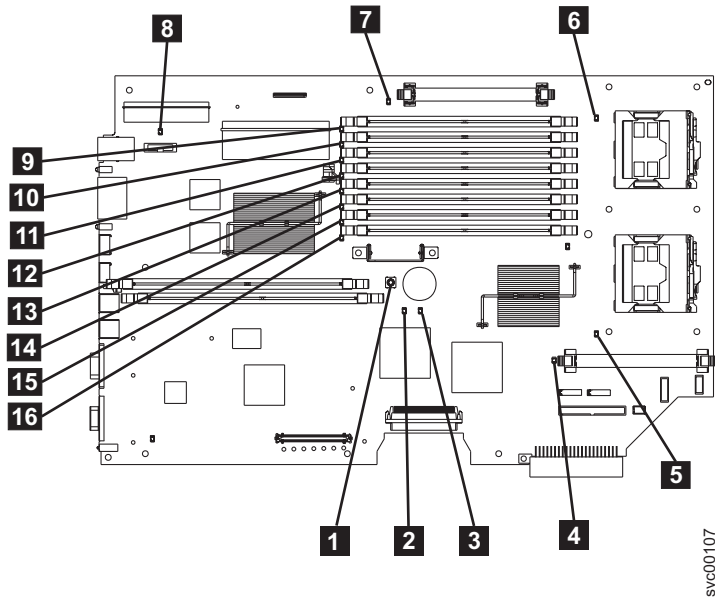

図 105. SAN ボリューム・コントローラ 2145-8F2 および SAN ボリューム・コントローラ 2145-8F4 システム・ボード LED
はい 495 ページの表 60 を参照にして、特定のライト・パス診断 LED 用に指定されたアクションを実行して、ステップ 3 (497 ページ) に進みます。アクションによっては、システム・ボード上またはファン・バックプレーン上の LED 状態を監視する必要があります。システム・ボード LED の位置は、494 ページの図 105 に示されます。ファン LED はそれぞれのファンに隣接して配置されています。必要な LED を表示するには以下を行います。
- d. ライト・パス診断ボタン **1** を押します。494 ページの図 105 を参照してください。